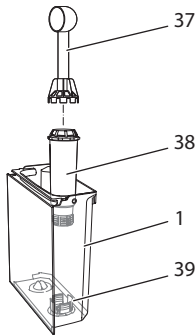

Fig. 18: Avvitare/svitare il filtro dell'acqua
- Rimuovere il filtro dell'acqua (vedere Fig. 18).